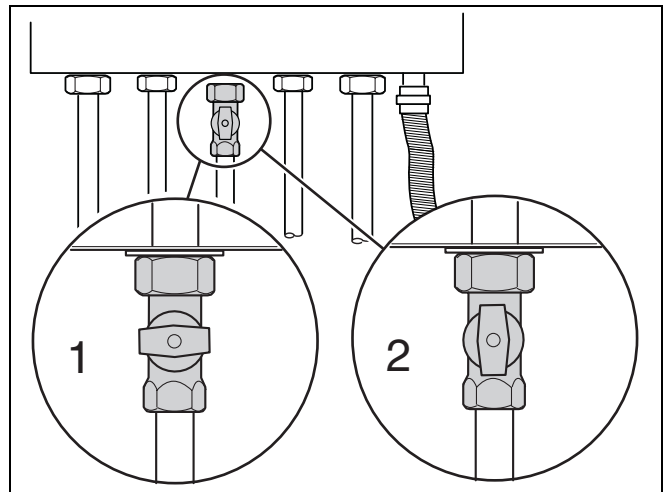

fig. 33 Gaskraan
- Sluit de gaskraan (→ fig. 33, [1]).
- Open de gaskraan (→ fig. 33, [2]).
- Sluit de gaskraan onder het cv-toestel (→ fig. 33, [1]).